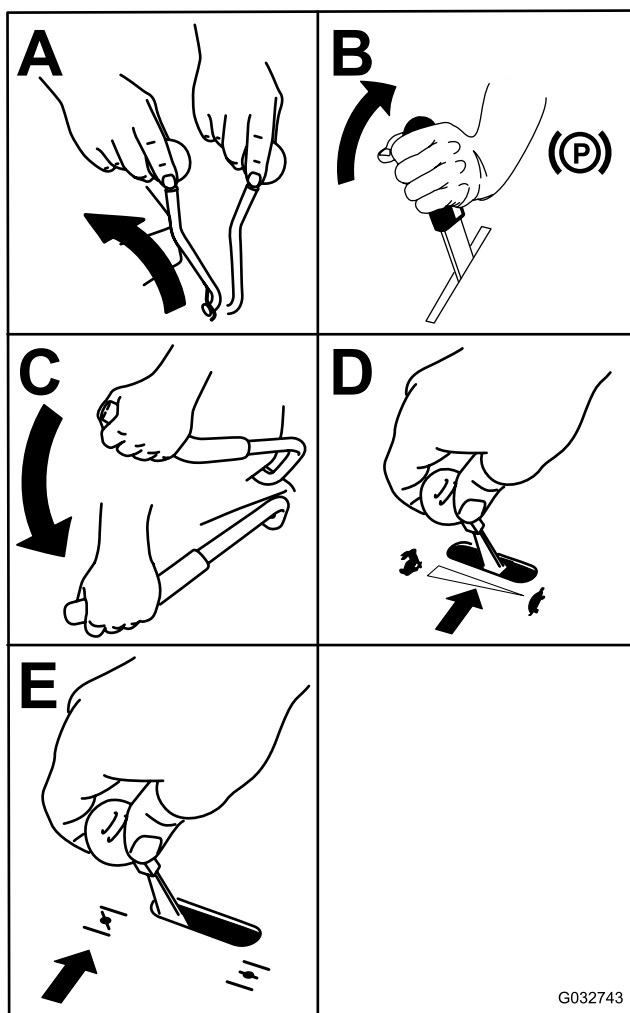

Figura 21
3. Mueva la palanca de la TDF a la posición de DESACTIVADO (Figura 21).
6. Gire la llave a la posición de ARRANQUE (A). **Figura 21** Cuando el motor arranque, suelte la llave.